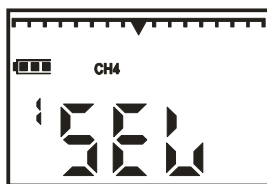

Рисунок 9.4
3) кнопкой "РЕЖИМ" выбрать необходимый газ (рисунок 9.4),